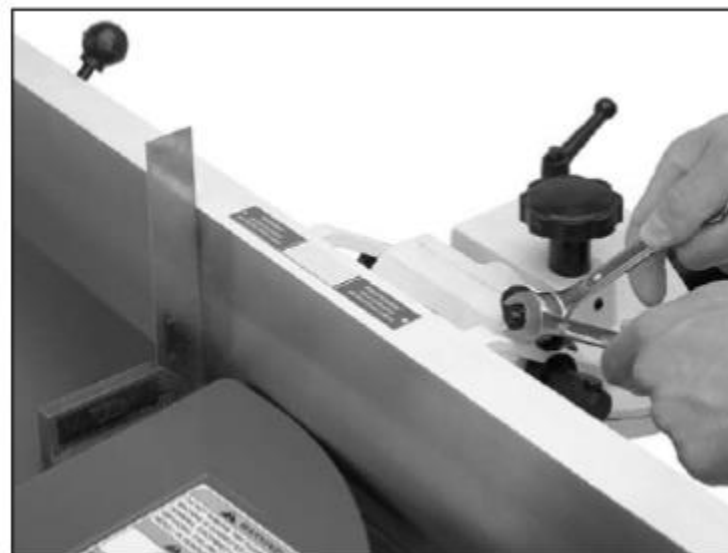

Рис. 27. Регулировка параллельного упора на угол 90°
2. С помощью угольника на 90° отрегулировать параллельный упор в положение под углом 90°, рис. 27, упорным болтом и контргайкой.